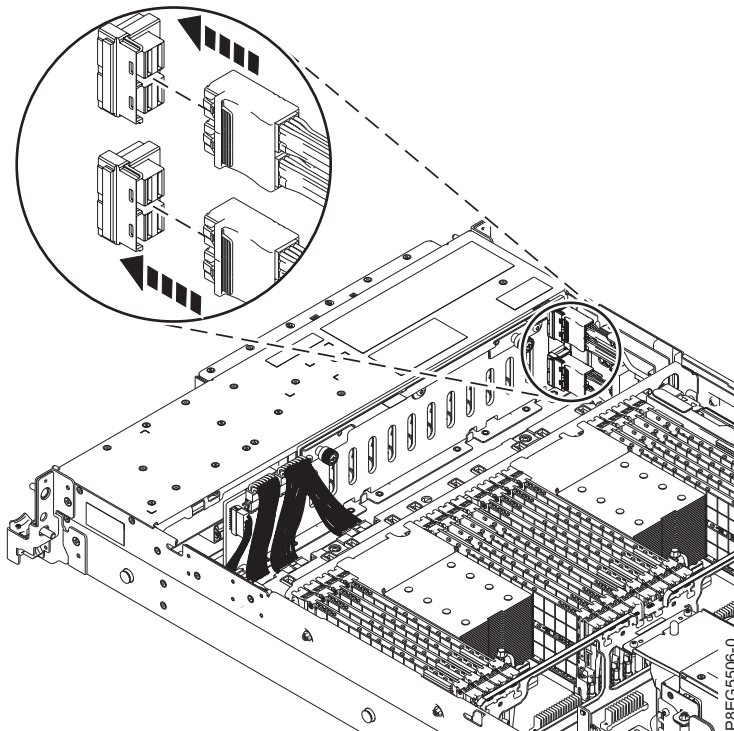

図 15. 前面 SAS ケーブルのディスク・ドライブ・バックプレーンへの再接続
8. 18 ページの図 15 に示すように、前面 SAS ケーブルをディスク・ドライブ・バックプレーンのコネクタ・ポートに再接続します。コネクタの止め金が掛かるまで、ケーブル・コネクタを内部に押し込みます。